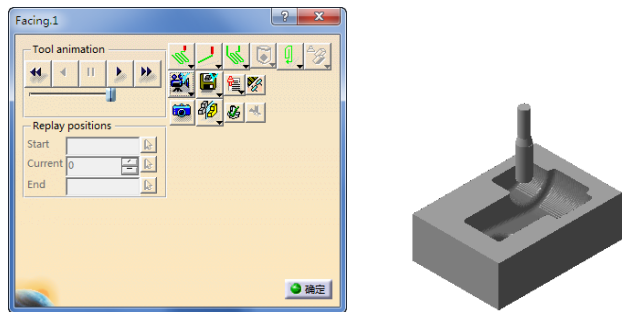

图 3-144 实体切削仿真（8）
- 单击图 3-143 所示对话框中的 View from last result 按钮，然后单击 Forward replay 按钮，显示实体切削仿真 (8)，如图 3-144 所示。